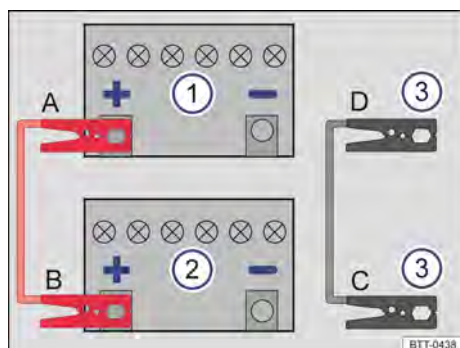
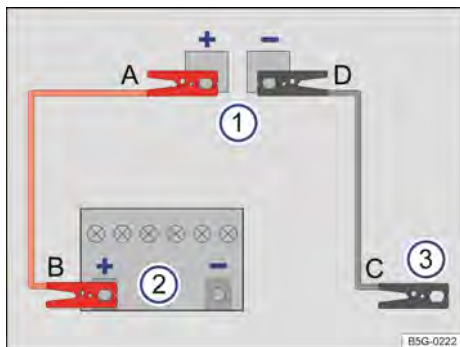

Fig. 288 Esquema para a conexão dos cabos auxiliares de partida no veículo que presta auxílio à partida (bateria do veículo no compartimento do motor).
Fig. 289 Esquema para a conexão dos cabos auxiliares de partida no veículo que presta auxílio à partida (bateria do veículo no compartimento de bagagem).
Legenda para **Fig. 288** e **Fig. 289**:
Conectar o cabo auxiliar de partida somente na sequência **A - B - C - D** → **Fig. 288**.
- Conectar uma extremidade do cabo auxiliar de partida *vermelho* ao polo positivo (+) do veículo com a bateria do veículo descarregada → **Fig. 288** ① → ▲.
- Conectar a outra extremidade do cabo auxiliar de partida *vermelho* ao polo positivo (+) da bateria do veículo fornecedora de corrente → **Fig. 288** ②.
- Conectar uma extremidade do cabo auxiliar de partida *preto* → **Fig. 288** ③, de preferência, num ponto de auxílio à partida (ponto de aterramento), ou então, na argola de reboque dianteira roscada, conectar uma peça metálica maciça firmemente aparafusada com o bloco do motor ou no próprio bloco do motor.
- Conectar a outra extremidade do cabo auxiliar de partida *preto* → **Fig. 288** ③ no veículo com a bateria descarregada, de preferência, ao ponto de auxílio à partida (ponto de aterramento) → Página 368 ou então na argola de reboque dianteira aparafusada → Página 370, numa peça metálica maciça firmemente aparafusada com o bloco do motor ou no próprio bloco do motor → ▲.
Conectar o cabo auxiliar de partida somente na sequência **A - B - C - D** → **Fig. 289**.
- Conectar uma extremidade do cabo auxiliar de partida *vermelho* ao ponto de auxílio à partida (polo positivo) (+) do veículo com a bateria do veículo descarregada → **Fig. 289** ① → ▲.
- Conectar a outra extremidade do cabo auxiliar de partida *vermelho* ao polo positivo (+) da bateria do veículo fornecedora de corrente → **Fig. 289** ②.
- Conectar uma extremidade do cabo auxiliar de partida *preto* → Fig. 289 ③, de preferência, num ponto de auxílio à partida (ponto de aterramento), ou então, na argola de reboque dianteira roscada, conectar uma peça metálica maciça firmemente aparafusada com o bloco do motor ou no próprio bloco do motor.
- Conectar a outra extremidade do cabo auxiliar de partida *preto* → Fig. 289 ③ no veículo com a bateria descarregada, de preferência, ao ponto de auxílio à partida (ponto de aterramento) → Página 368 ou então na argola de reboque dianteira aparafusada → Página 370, numa peça metálica maciça firmemente aparafusada com o bloco do motor ou no próprio bloco do motor → ⚠.
- Conectar a outra extremidade do cabo auxiliar de partida *preto* no veículo com a bateria do veículo descarregada no ponto de auxílio à partida (ponto de aterramento) → Página 368 → Fig. 289 ① → ⚠.
- Desconectar o cabo auxiliar de partida com o motor em funcionamento somente na sequência D – C – B – A → Fig. 288 ou → Fig. 289.